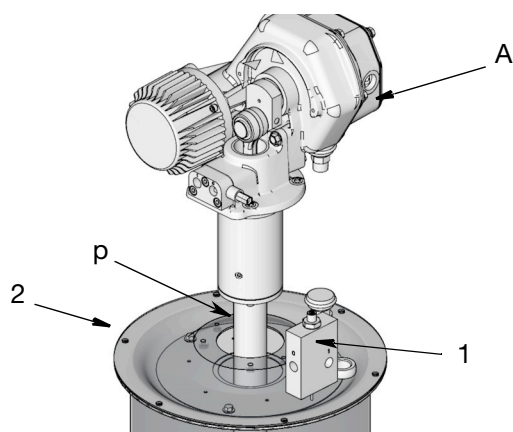

Рис. 10
8. Вставьте всасывающий патрубок насоса (p) в отверстие крышки (e) и в отверстие мембраны (2), см. Рис. 10.